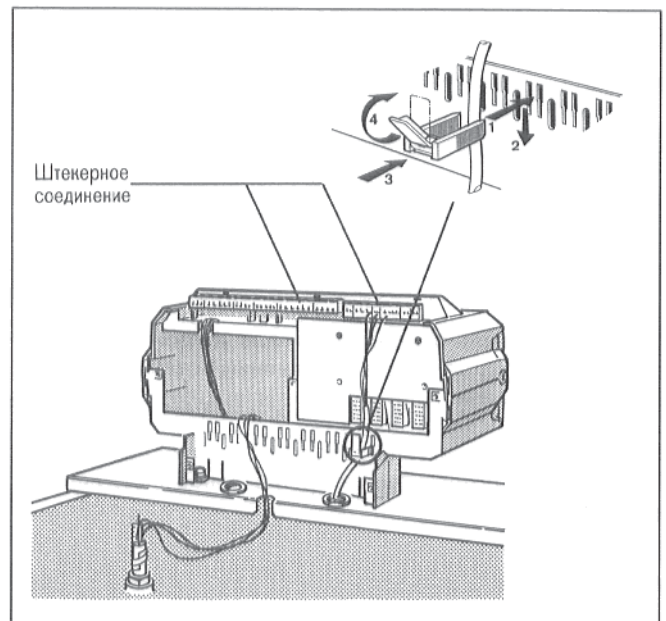

Рис. 26
- Подключить электропроводку к штекерным соединениям, соответственно схеме соединений (рис. 26).
- вставить зажимы для крепления, с вложенным проводом, в раму зажимов и закрепить, повернув рычажок (рис. 26).